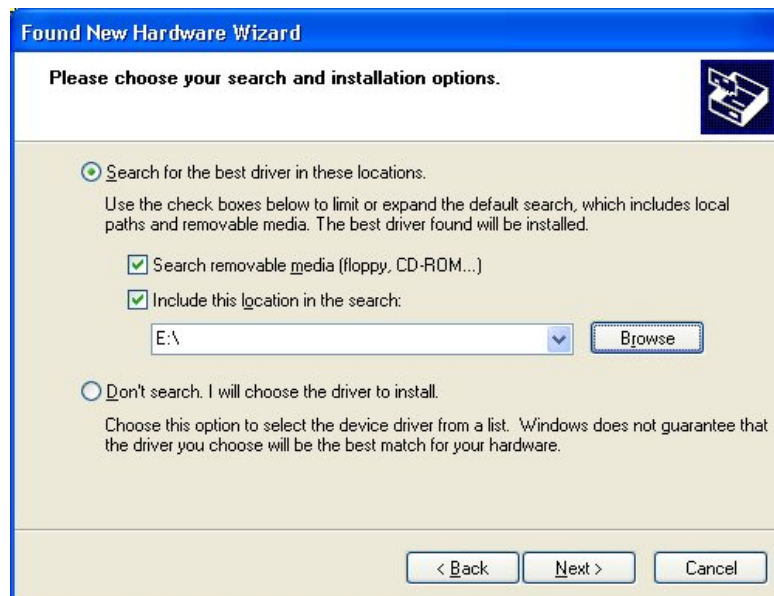

Abbildung 6: Windows fragt nun nach dem Verzeichnis des Treibers.
5. Windows fragt nun nach dem Verzeichnis des Treibers. Nehmen Sie die entsprechenden Einstellungen vor (siehe Abbildung 6). Durchsuchen Sie die CD, und klicken Sie auf die Schaltfläche **Open**. Klicken Sie auf die Schaltfläche **Next**, um fortzufahren.